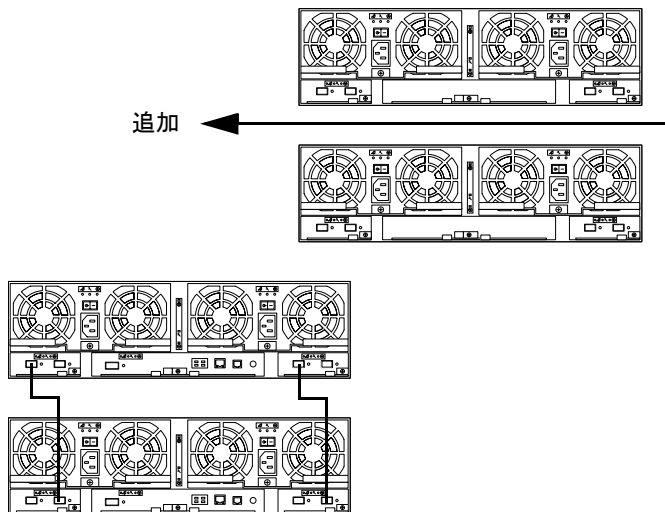

図 7-3 ラック構成への拡張ユニットの追加
9. 既存の 2 × 2 のストレージレイの上に新しい拡張ユニットを追加します (図 7-3 を参照)。